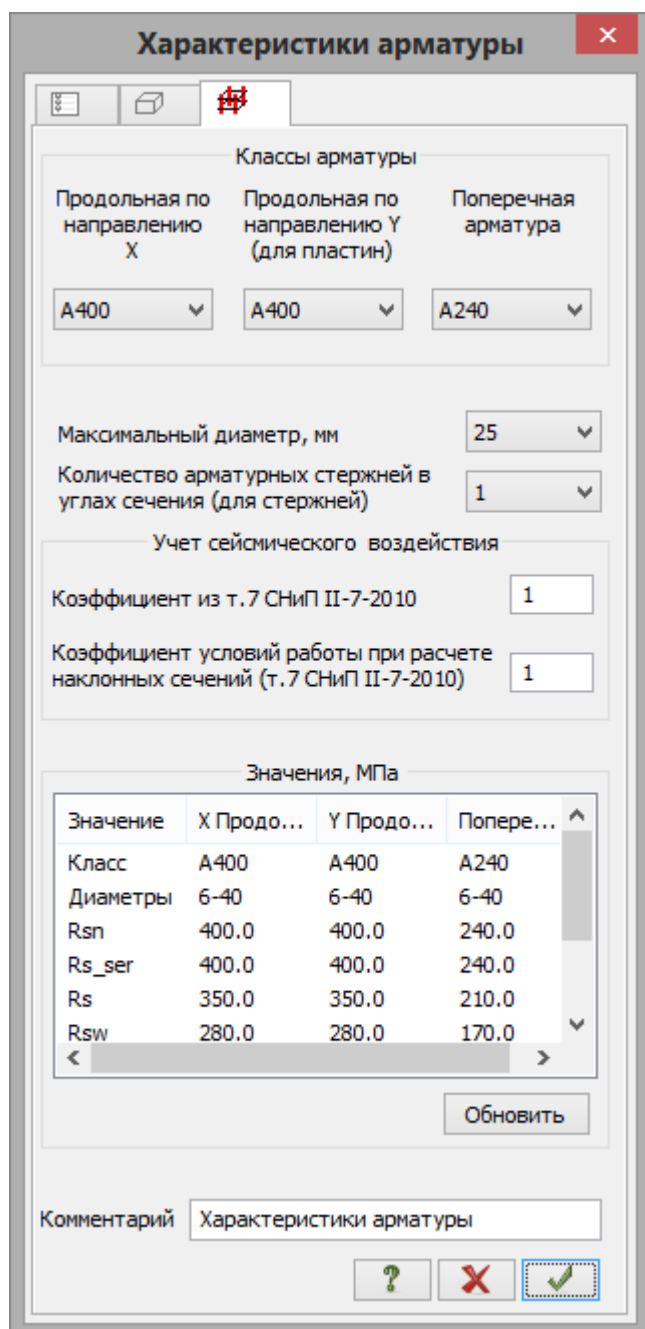

Рис.21.13. Диалоговое окно **Характеристики арматуры**
- На экран выводится диалоговое окно **Характеристики арматуры** (рис.21.13), в котором в раскрывающемся списке **Максимальный диаметр арматурных стержней** выберите строку соответствующую диаметру арматуры **25 мм**.